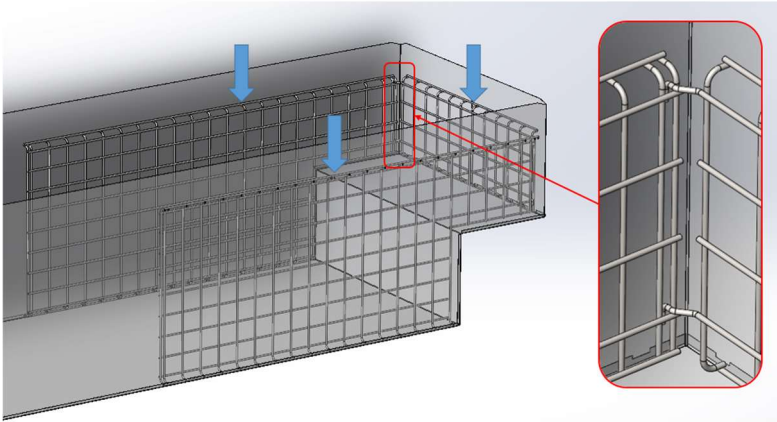

Рис. 4.1.1. Порядок встановлення решіток.
1. Встановлюється дві поздовжні дзеркальні решітки зі сходинкою у внутрішній простір вітрини з боку агрегатного відсіку (рис. 4.1.1). Дане з'єднання універсальне для всіх типів вітрин